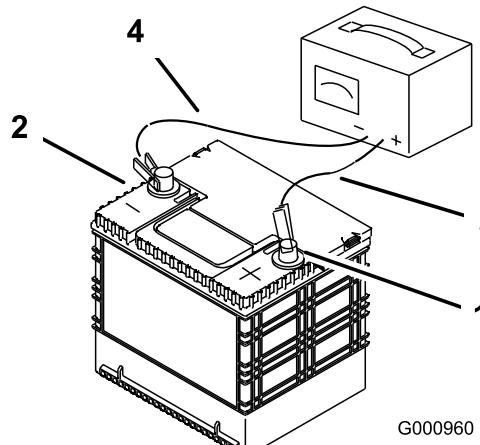

Figura 24
2. Cuando la batería esté completamente cargada, desconecte el cargador del suministro eléctrico, y desconecte los cables del cargador de los bornes de la batería (Figura 24).